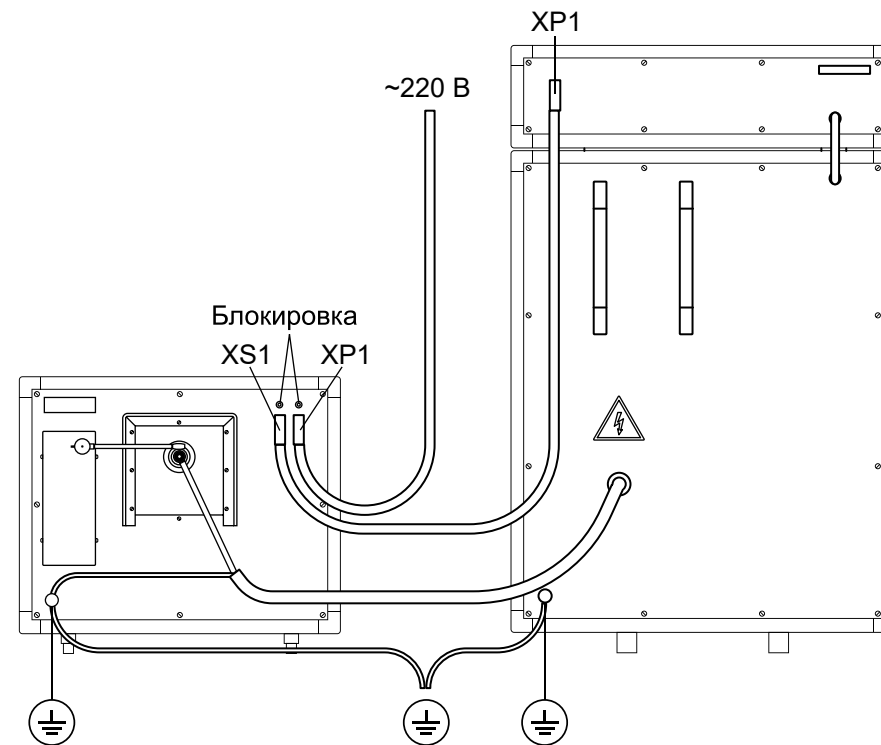

Рисунок 3 – Схема подключения АВ-20М и БП-2.
- 6.2 Заземлите аппарат и блок-приставку (рисунок 3).